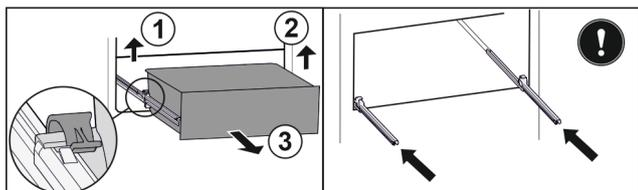

Fig. 64
- ▶ Levante la brida izquierda y, simultáneamente, tire de la parte izquierda del cajón hacia delante. Fig. 64 (1)
- ▶ Levante la brida derecha y, simultáneamente, tire de la parte derecha del cajón hacia delante. Fig. 64 (2)
- ▶ Extraiga el cajón hacia delante. Fig. 64 (3)